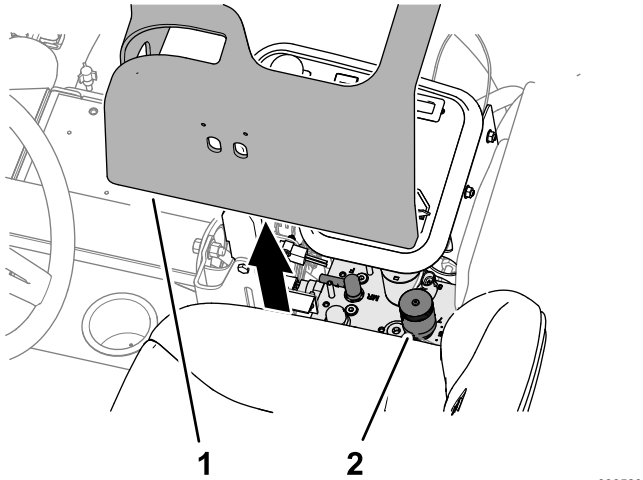

Figura 48
2. Retire la cubierta del brazo de control (**Figura 48**).